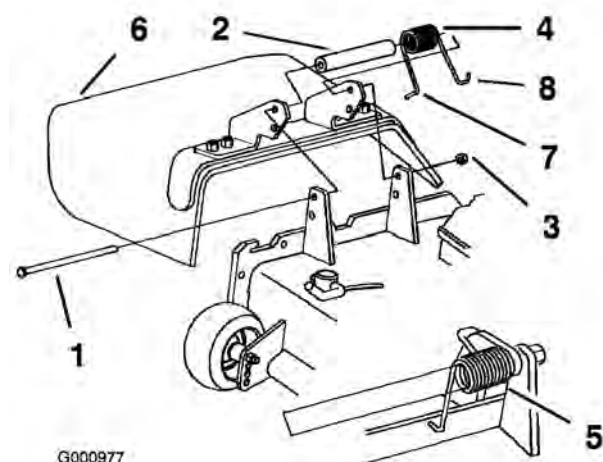

Figure 69
1. Retirez le contre-écrou, le boulon, le ressort et l'entretoise qui fixent le déflecteur aux supports de pivot (Figure 69). Enlevez le déflecteur s'il est endommagé ou usé.
Remarque: Prenez soin de placer l'extrémité en **L** du ressort derrière le bord du plateau avant de mettre le boulon en place, comme indiqué à la Figure 69.
3. Remettez le boulon et l'écrou. Accrochez l'extrémité en **J** du ressort au déflecteur d'herbe (Figure 69).